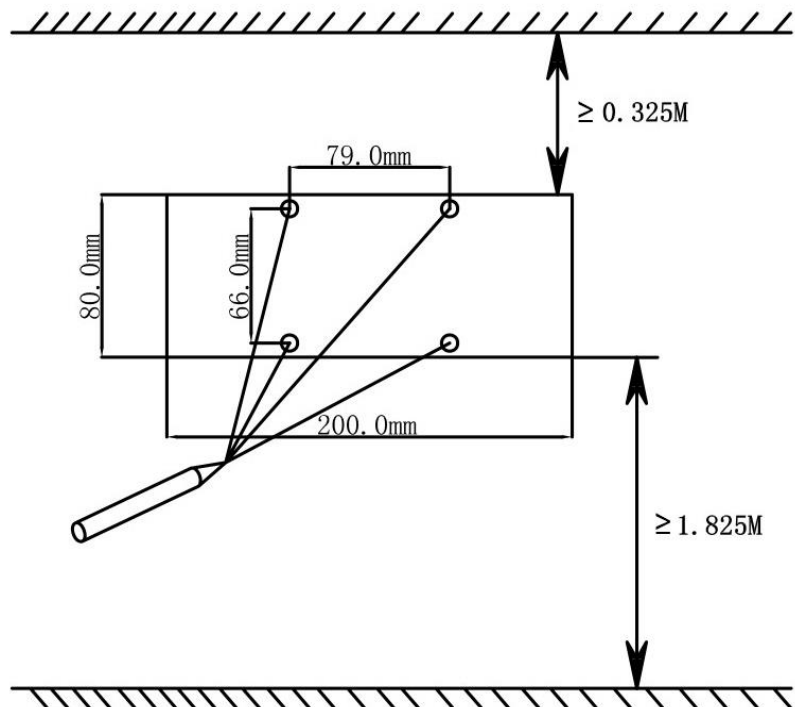

Fig.4
3. Find den mest hensigtsmæssige position, så adgangen til trækafbryderen og kontakten ikke blokeres. Overhold altid sikkerhedsafstande i figur 3. Marker hullerne til montering på væggen, hvor varmeapparatet skal monteres. Brug målene i figur 4 som reference. Lav et kryds midt i hullet for mere præcis boring. (Se fig. 4)